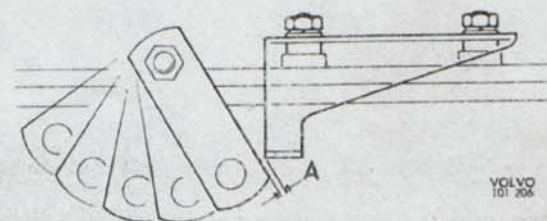

Bild 80. Stopp för hävarm.
28. På vagnar, som har sex lägen för hävarmen på växellådan, är en stoppkonsol monterad enligt bild 80. Konsolen justeras enligt följande: